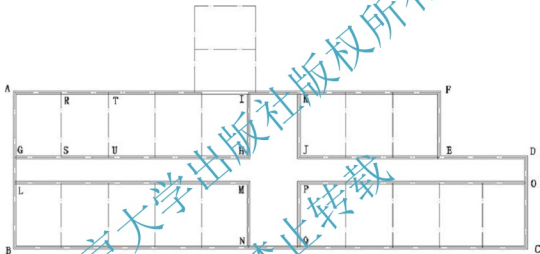

图 2.40 绘制 LMN、OPQ 内墙
(3) 按 Enter 键重复【多线】命令, 分别绘出 EJK、LMN、OPQ 这 3 段内墙, 如图 2.40 所示。
(4) 按 Enter 键重复最近使用过的【多线】命令, 捕捉如图 2.40 所示的 R 点和 S 点, 则绘制出 RS 内墙, 按 Enter 键结束命令。